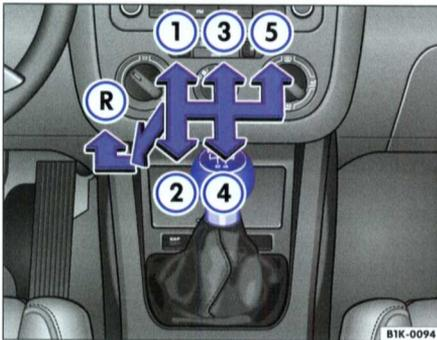
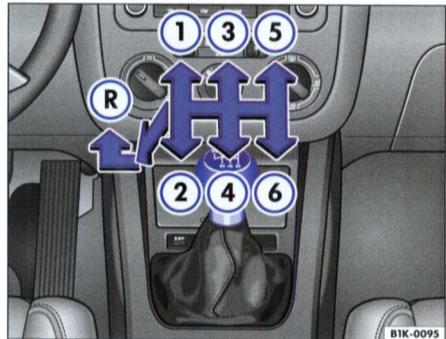

Fig. 94 Détail de la console centrale : grille des vitesses de la boîte mécanique à 5 vitesses
Fig. 95 Détail de la console centrale : grille des vitesses de la boîte mécanique à 6 vitesses
- Poussez le levier de vitesses vers le bas et amenez-le au maximum vers la gauche, puis en avant dans la position de la marche arrière ⇒ **fig. 94** (R) ou ⇒ **fig. 95** (R), comme indiqué sur la grille des vitesses représentée sur le pommeau du levier.